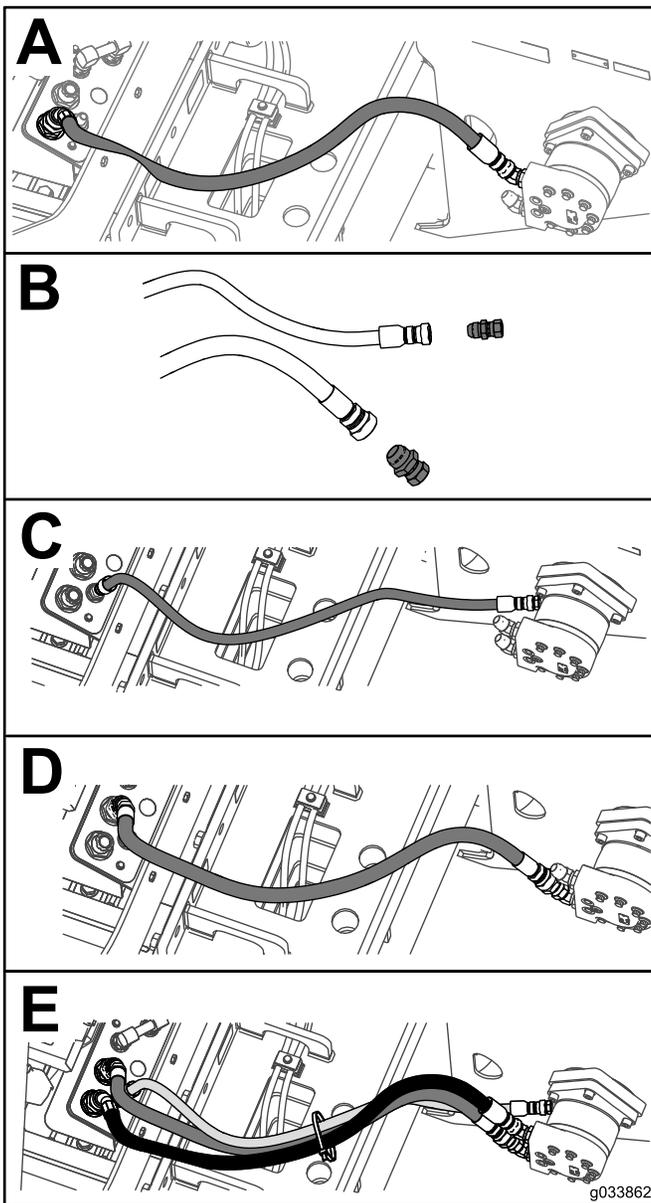

図 12
1. 127cmのホースをF12フィッティングに 図 12 のAのように取り付ける。
4. F16フィッティングに接続した127cmのホースに縮径アダプタを 図 12 のBのように取り付ける。
6. 117cmのホースに別の縮径アダプタを 図 12 のBのように取り付ける。
8. もう1本の127cmホースF12フィッティングを 図 12 のCのように取り付ける。
11. 117cmのホースを 図 12 のDのように取り付ける。
14. 各ホースをケーブルタイで固定する 図 12 のE。